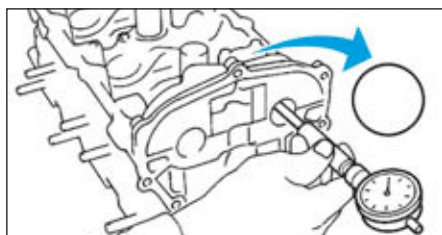

FIG.44
• Mesurer à l'aide d'un comparateur le diamètre des paliers d'arbre à cames qui doit être compris entre 25,04 et 25,06 mm (Fig.44).